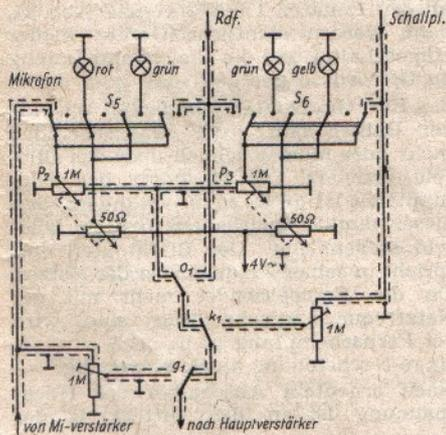

Abb. 7. Schaltung des Mischpultes
4. Das Mischpult (elektrischer Aufbau Abb. 7, mechanischer Abb. 10) ist der Sammelpunkt aller Tonquellen. Zur Vorbereitung der Mischung bei Nahbedienungen dienen die Schalter S_5 und S_6 . Die Regler P_2 , P_3 sind den jeweils angelegten Modulationen zugeordnet, die voneinander unabhängig geregelt werden. Sie bewirken jede gewünschte Einmischungs- und Übertragungsregelung. Mit dem akustischen Vorgang der Überblendung ist eine optische verbunden, die schon für sich allein ein klares Bild der Überblendung gibt. Bei Fernbedie-